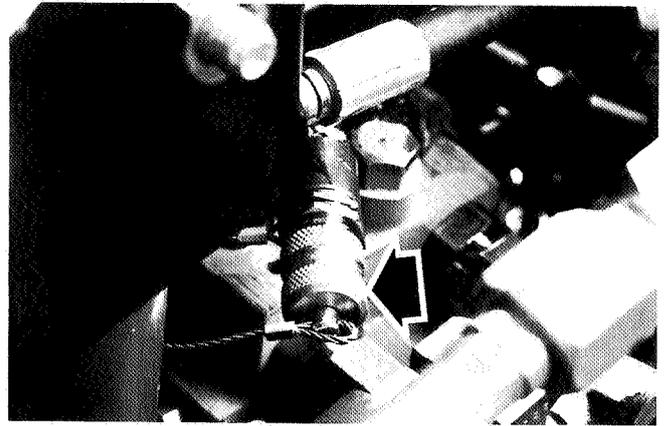

Abb.62
9. A service port is provided for checking the charge pump pressure and is situated at the front end of the machine on top of the pump (Fig.62).
9. Am vorderen Machinenteil, am oberen Ende der Pumpe, befindet sich eine Service-Öffnung für die Messung des Ladedrucks (Abb.62).
9. Un orifice d'entretien est prévu pour vérifier la pression de la pompe de charge et se trouve à l'extrémité avant de la machine sur le dessus de la pompe (Fig.62).
9. De pomp is voorzien van een servicepoort om de druk in de laadpomp te controleren. Deze bevindt zich aan de voorzijde van de machine bovenop de pomp (Afb.62).